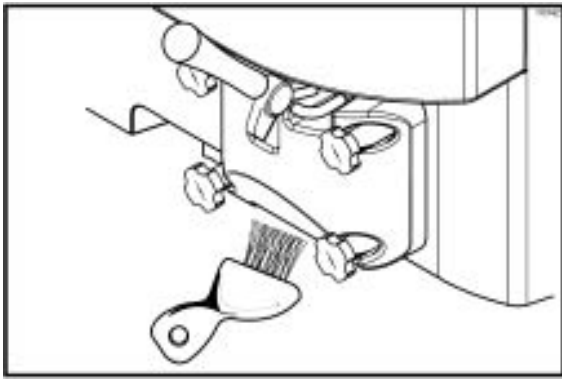

图 122
**注意：**为了保证消毒效果，用刷子清洗每个零件至少 60 秒钟，不断在清洗液中涮洗刷子。（见图 122）